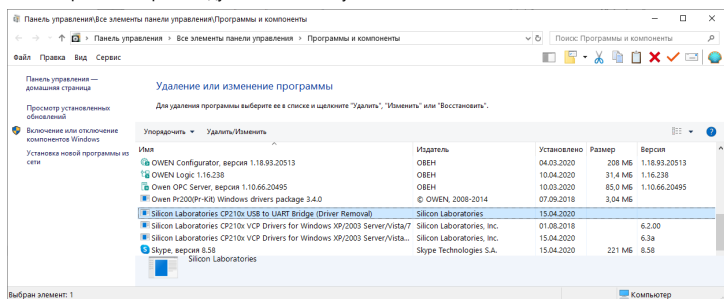

Рисунок 8 – Экранная форма установки и удаления программ
3. В открывшейся экранной форме выбрать из списка программу «Silicon Laboratories CP210x USB to UART Bridge (Driver Removal)» и нажать кнопку «Удалить/Изменить» (см. *рисунок 8*).